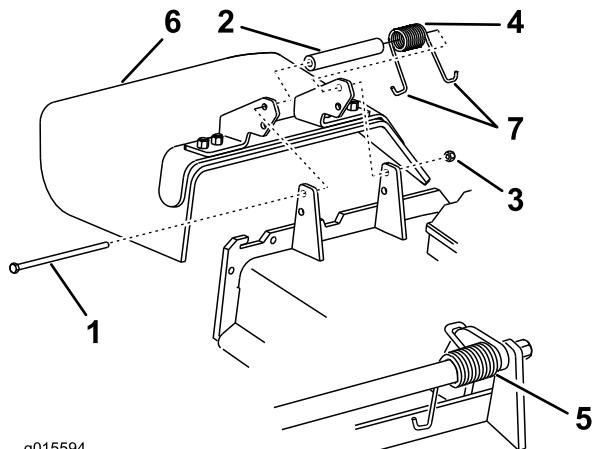

Figure 1
1. Retirez le contre-écrou, le boulon, l'entretoise et le ressort qui fixent la goulotte d'éjection latérale au plateau de coupe (Figure 1).
2. Déposez la goulotte d'éjection latérale du plateau de coupe (Figure 1).